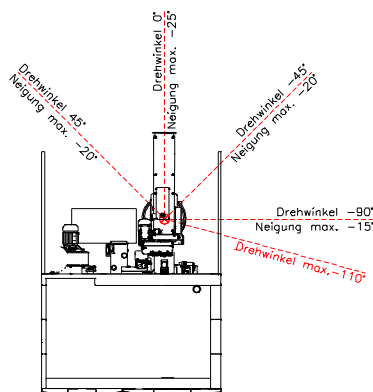

Fig. : 1
- 2.) Lors de la mise en place de la chaudière, veillez à ce que la vis d'extraction soit montée à droite de la chaudière, vue d'en-haut, et que la vis d'extraction ne puisse pivoter que sur env. 0° à 45° ou de 0 à -90° (max. 110°). (voir Fig. 1)
- 3.) Le local de stockage doit être affecté à peine 20 - 30 cm max. plus bas que la chaufferie. Les inclinaisons maximales possibles de la vis d'extraction : voir en Fig. 1. En cas d'extraction trop fortement inclinée, le local de stockage devrait être ajusté en biais sur l'agitateur.